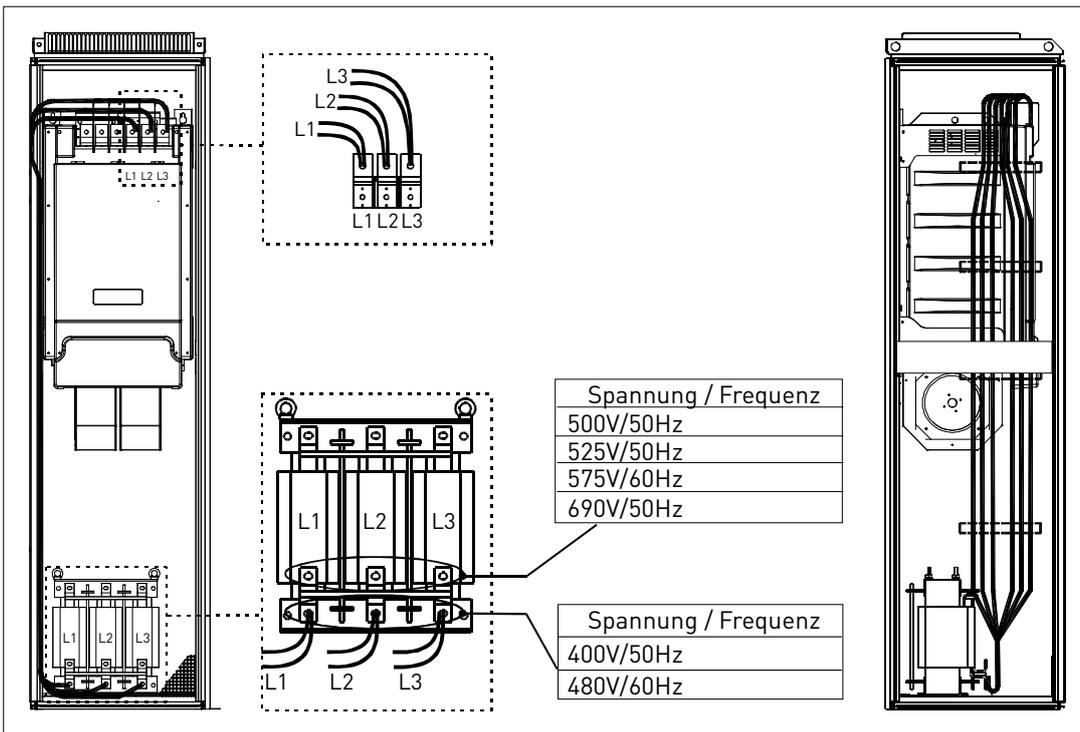

Bild 14. Leistungskabel zwischen der Netzdrossel und der Leistungseinheit
- B** = Mindestabstand von der Oberseite des Schaltschranks – Platz zur Verlegung der Leistungskabel (siehe Bild 14).
Schließen Sie drei Netzanschlusskabel an die Ausgangsklemmen der Netzdrossel und die Eingangsklemmen des Leistungsmoduls an (siehe Bild 14). Die verwendeten Leistungskabel sollten für eine Umgebungstemperatur von 90 °C ausgelegt sein. Führen Sie das Kabel L1 von der Klemme L1 der Netzdrossel an die Eingangsklemme L1 des Leistungsmoduls. Verbinden Sie anschließend das Kabel L2 mit der Klemme L2, und dann das Kabel L3 mit der Klemme L3.